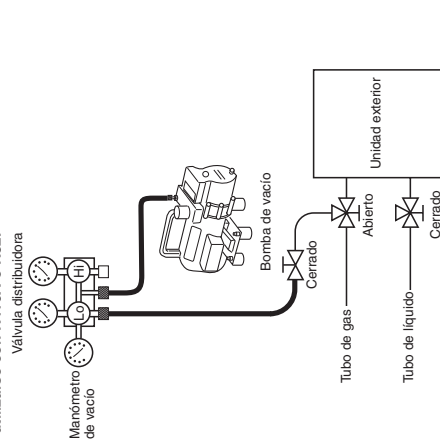

Fig. 7-2
- Utilice una balanza para medir con precisión el refrigerante. Si la cantidad de carga de refrigerante adicional no puede cargarse de una vez, cargue el refrigerante restante en forma de líquido utilizando la válvula de servicio del tubo de gas con el sistema en el modo de refrigeración en el momento del funcionamiento de prueba. (Fig. 7-2)